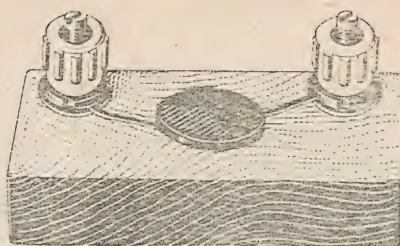

Рис. 7.
7. Конденсатор емкостью 30 пф (рис. 7). Условное обозначение — C_1 .